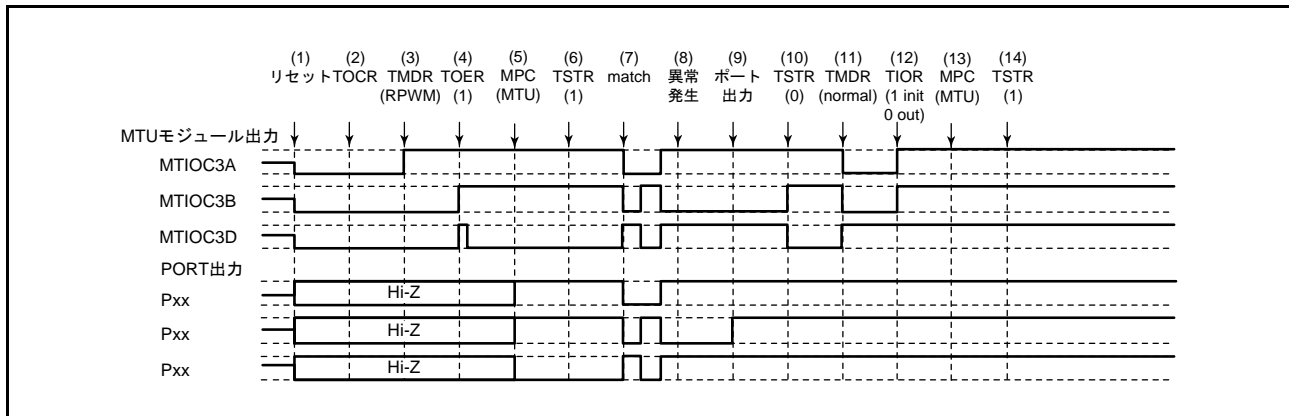

図 22.179 リセット同期 PWM モードで異常が発生し、ノーマルモードで復帰する場合
リセット同期 PWM モードで異常が発生し、再設定後ノーマルモードで再スタートする場合の説明図を図 22.179 に示します。
(1) ~ (10) は図 22.179 と共通です。
(11) PWM モード 1 を設定してください (MTU 出力は正相側が Low、逆相側が High となります)。
(12) TIOR レジスタで端子を初期化してください (PWM モード 1 では MTIOCnB (MTIOCnD) 端子に波形が出力されません。出力すべきレベルがある場合は、I/O ポートのポート方向レジスタ (PDR)、ポート出力データレジスタ (PODR) で汎用出力ポートの設定をしてください)。
(13) MPC と I/O ポートのポートモードレジスタ (PMR) で MTU 出力としてください。
(14) TSTRA (TSTRB) レジスタで再スタートします。
(28) リセット同期 PWM モードで動作中に異常が発生し、相補 PWM モードで再スタートする場合の動作
- (11) TOERA (TOERB) レジスタで MTU3、MTU4 (MTU6, MTU7) の出力を禁止してください。
- (12) TOCR1A、TOCR2A (TOCR1B, TOCR2B) レジスタで相補 PWM の出力レベルと周期出力の許可 / 禁止を選択してください。
- (13) 相補 PWM を設定します (MTU の周期出力端子は Low になります)。
- (14) TOERA (TOERB) レジスタで MTU3、MTU4 (MTU6, MTU7) の出力を許可してください。
- (15) MPC と I/O ポートのポートモードレジスタ (PMR) で MTU 出力としてください。
- (16) TSTRA (TSTRB) レジスタで再スタートします。
(29) リセット同期 PWM モードで動作中に異常が発生し、リセット同期 PWM モードで再スタートする場合の動作
(11) MPC と I/O ポートのポートモードレジスタ (PMR) で MTU 出力としてください。
(12) TSTR (TSTRB) レジスタで再スタートします。
(13) コンペアマッチの発生によりリセット同期 PWM 波形を出力します。